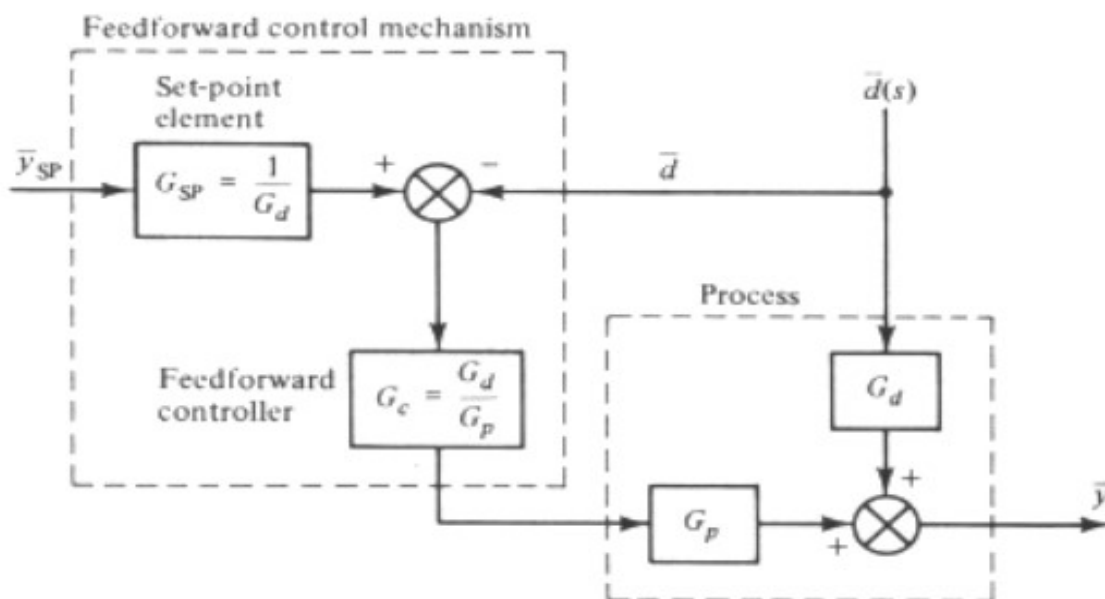

Figura 2. Control feedforward.
- Control anticipativo o feedforward: Mide la perturbación para ajustar los valores de la variable manipulada (ver **Figura 2**).